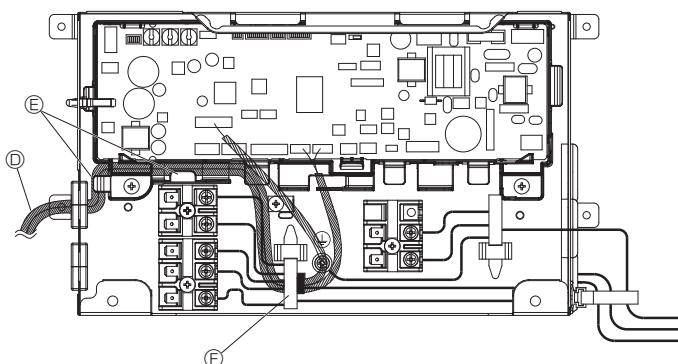

Fig. 5-8
- 2.İsteğe bağlı VALF KİTİNİN bağlantı kablosunu elektrik kutusuna yerleştirin. (Fig. 5-8)